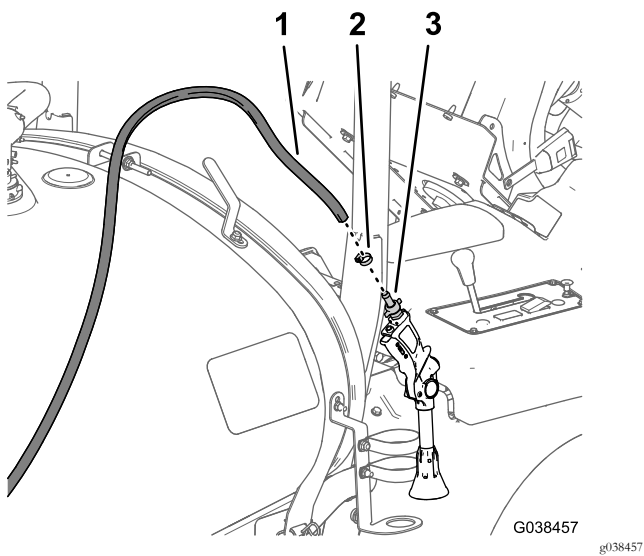

图94
7. 用软管夹611mm将在 断开可选手喷枪杆套件 \(页码 8\) 中卸下的喷枪倒钩 图94 安装到供水软管上。